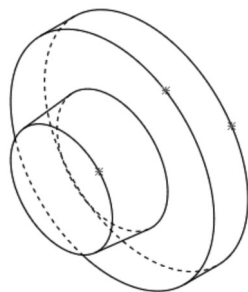

图 6-23 在零件实体模型面绘制点
- [2] 在零件实体模型面绘制点，隐藏线显示，如图 6-23 所示。